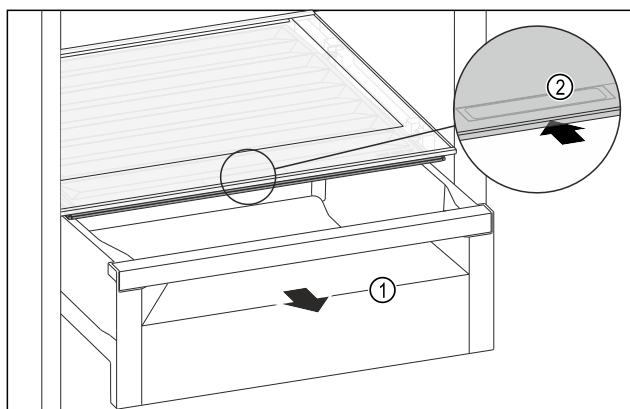

Fig. 213
- Tërhiqni jashtë sirtarin Fig. 213 (1).
- Kapni dorezën e futur Fig. 213 (2) në kapakun e ndarjes dhe në të njëjtën kohë shtyni për prapa kapakun e ndarjes.